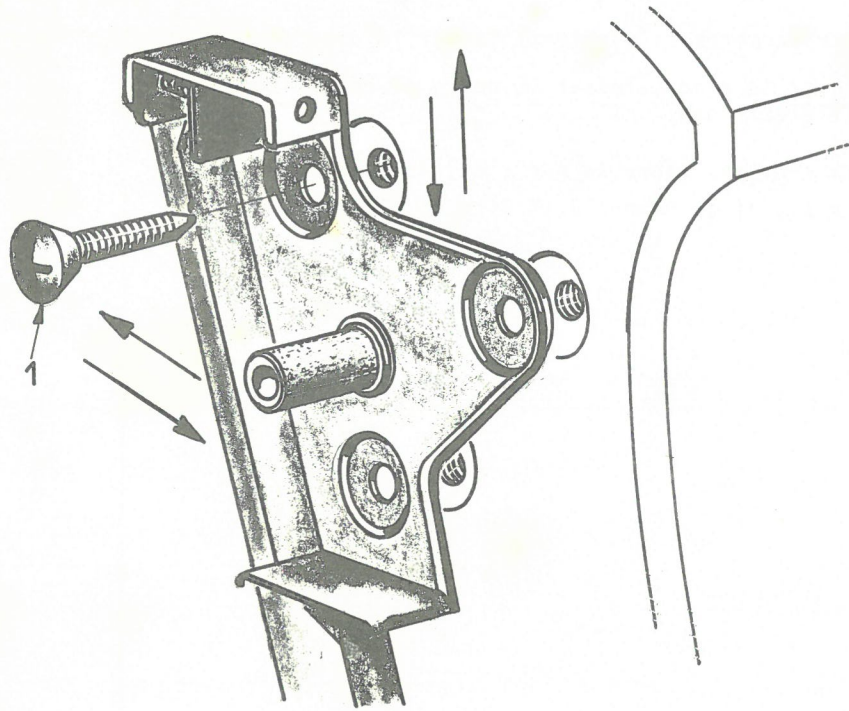

Fig. 11
- REGLAGE d'une GACHE de PORTE - (Fig. 11).
(Fig. 11 bis).
Fig. 11 bis